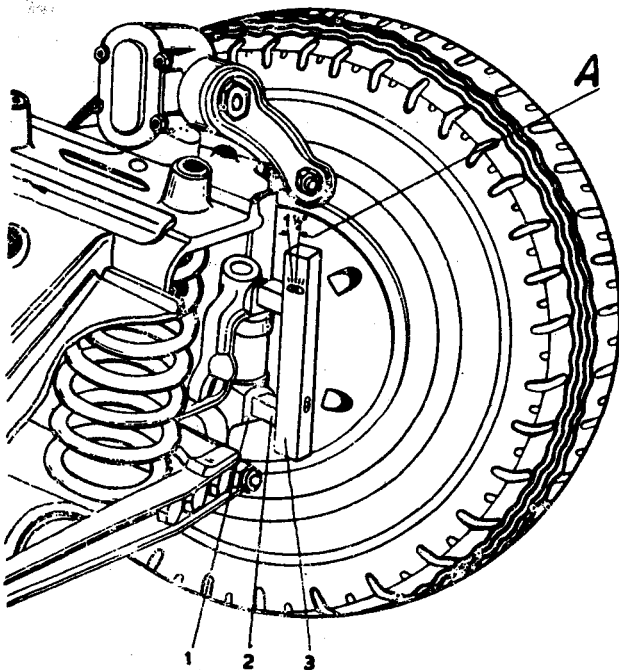

Bild 32 Messen der Nachlaufeinstellung
- A Durch **Abwärtsdrehen** wird hier der Nachlauf nach vorn verstellt und mittels einer Wasserwaage bei A, Bild 32, kontrolliert.